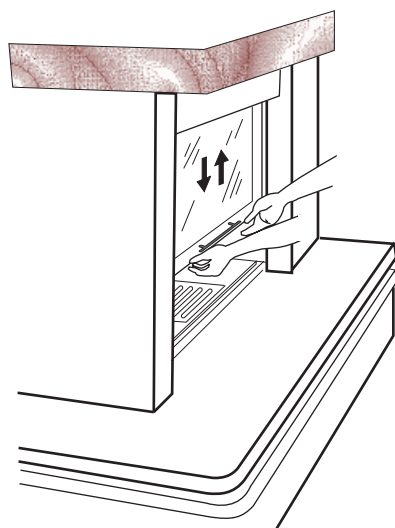
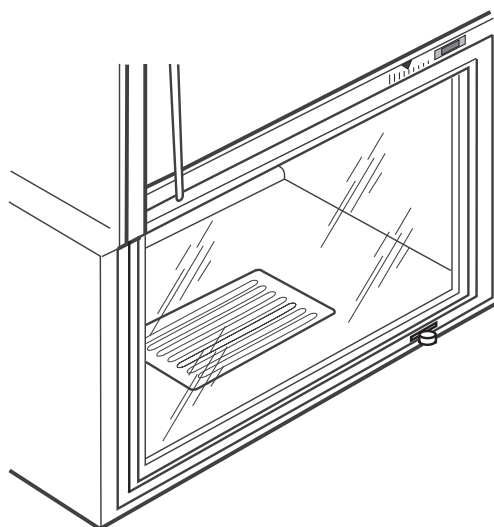

Fig. 6.5.1
Fig. 6.5.2
6.5 COMMENT UTILISER LA PORTE (FIG. 6.5.1)
L'ouverture de la porte s'obtient en prenant la poignée et en la soulevant vers le haut (Fig. 6.5.1). Exception faite de la phase de chargement du bois, la porte doit être maintenue complètement abaissée pendant le fonctionnement normal de la cheminée (fig. 6.5.2).
6.5 COMO SE USA LA PUERTA (FIG. 6.5.1)
La apertura se consigue agarrando la manilla y empujándola hacia arriba (Fig. 6.5.1). Durante el funcionamiento normal de la chimenea, excepto para las fases de carga de la leña, es necesario tener la puerta totalmente bajada (fig. 6.5.2).